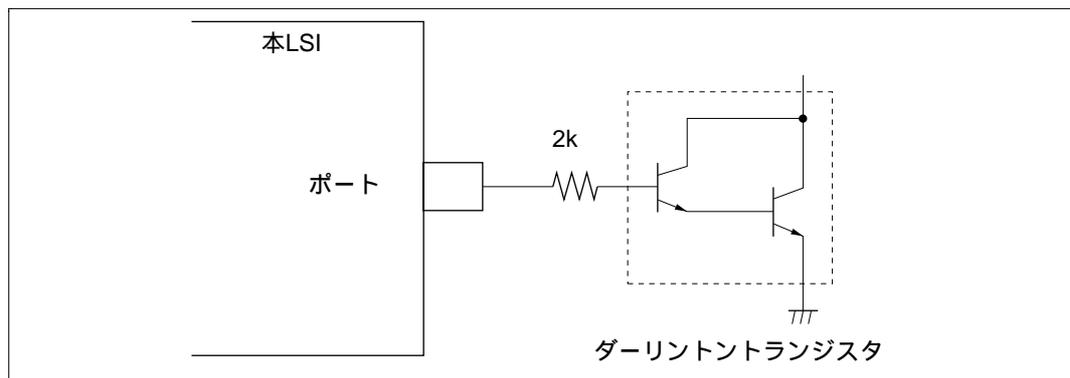
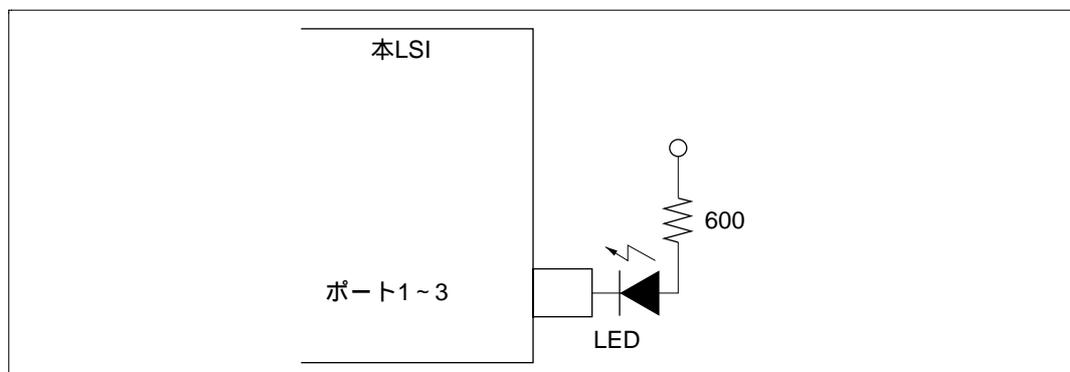

図 22.50 ダーリントトランジスタ駆動回路例
図 22.51 LED 駆動回路例
2. ダーリントントランジスタや、LED を直接駆動する場合には、図 22.50、図 22.51 に示すように、出力に必ず電流制限抵抗を挿入してください。